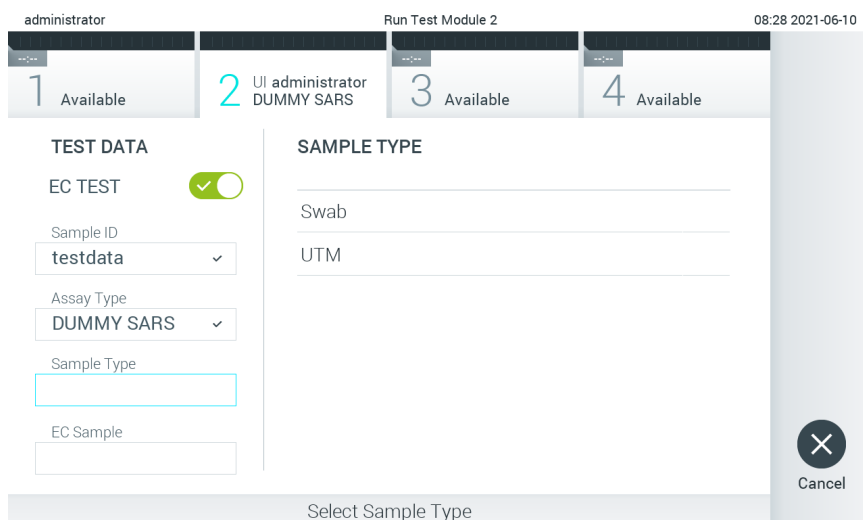

Bild 91. Konfigurera en provtyp.
- Välj lämplig provtyp från listan vid behov (bild 91).